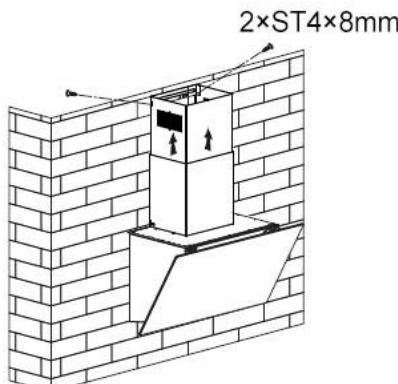

Bild 7
9. Verlängern Sie den Innenschornstein bis zur Halterung und befestigen Sie ihn dann mit zwei ST4×8mm Schrauben. Verlegen Sie das Expansionsrohr ins Freie. Siehe Bild 7.